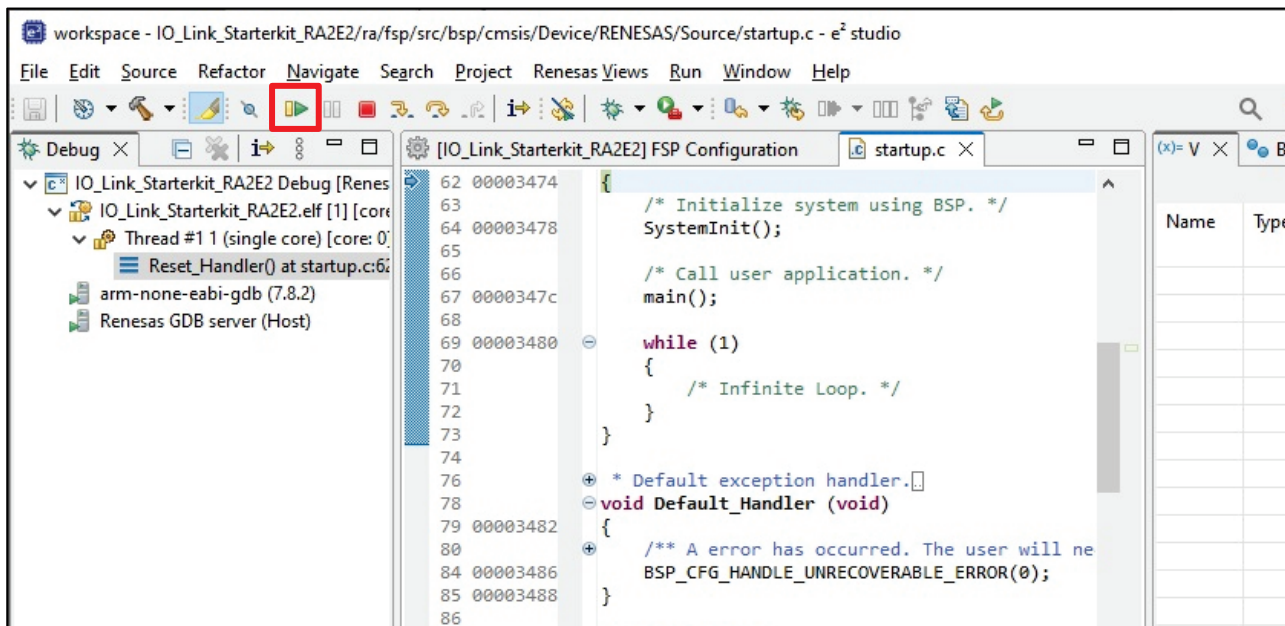

図 6-19 MCU への書き込み完了
1. 図 6-19 の状態で、F8 または Resume アイコンをクリックして、プログラムの実行を開始します。